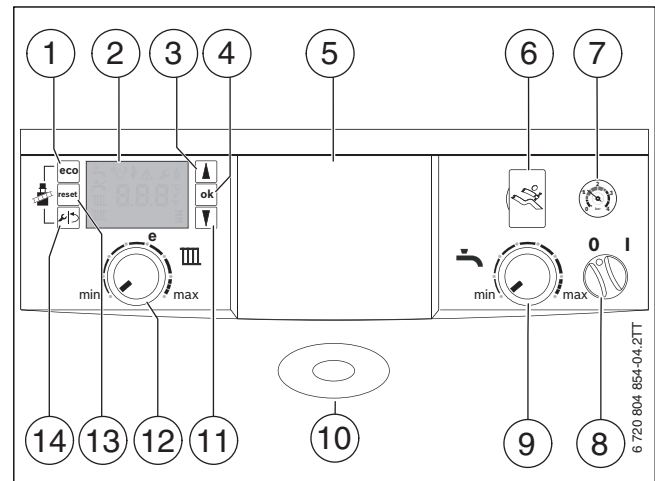

Bild 7 Bedienfeld bei geöffneter Bedienfeldblende
- Bedieneinheit im Gerät eingebaut, für außentemperaturgeführte Regelung (→ Bild 7)